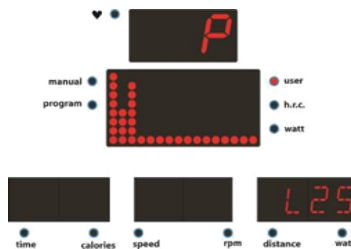

Abbildung 8
2. Die erste Säule blinkt. Benutzen Sie UP/DOWN, um das Widerstandslevel von 1 – 32 für alle 16 Säulen einzustellen (Abb. 8) und dann MODE zur Bestätigung. Um die Einstellung zu beenden, halten Sie MODE für 2 Sekunden gedrückt.